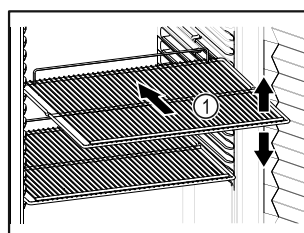

Fig. 59 Immagine a titolo di esempio
- Se i ripiani Fig. 59 (1) sono spostati, adattare i ripiani in base all'altezza.